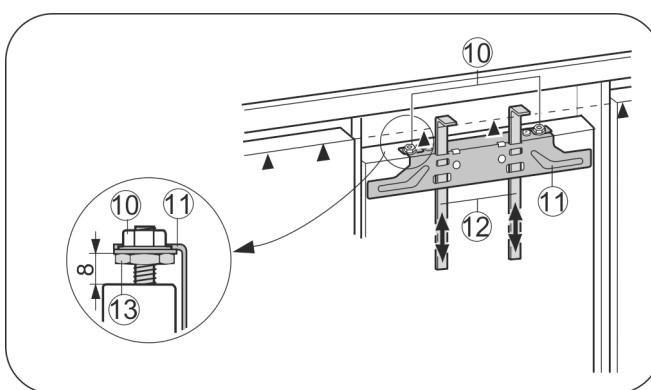

Fig. 17
- ▶ Засоби для монтажу Fig. 17 (12) підніміть на висоту дверцят шафи. Нижнє кріплення ▲засобу для монтажу = верхній край монтованих дверцят шафи.
- ▶ Відкрутіть траверсу кріплення Fig. 17 (11) за допомогою контргайок Fig. 17 (10).